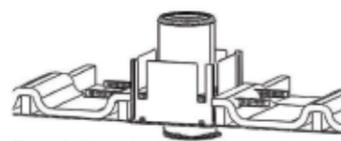

Fig 1 - Collier de centrage avec plaque de distance de sécurité réf. 2PTGEPDS sur charpente bois
Il se positionne en travers du solivage ou du plancher pour centrer et soutenir le conduit en traversée de chaque étage ou en cas de conduit en attente, en dessous du plafond. Il doit être complété, lors du raccordement par la plaque de distance de sécurité (réf. 2PTGEPDS ou 2PTGPVEN) pour une bonne ventilation latérale afin d'éviter le piège à calories, et assurer la libre dilatation du conduit. Voir fig.1 ci-dessous.
1. Replier vers l'extérieur les 2 pattes de chaque rehausse et soutenir le conduit par le dessous. Elles serviront de butée avant la fixation sur la charpente et soutiendront le conduit lors du raccordement par la plaque de distance de sécurité (réf. 2PTGEPDS ou 2PTGPVEN). Voir fig.1